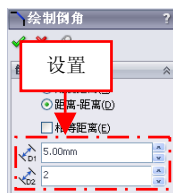

图 3-9 设置参数值
(3) 弹出【绘制倒角】属性管理器，在【倒角参数】选项区中，取消选中【相等距离】复选框，设置【距离 1】为 5、【距离 2】为 2，如图 3-9 所示。